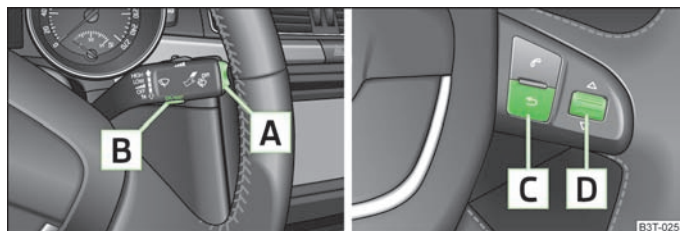

Abb. 8 Informationsdisplay: Bedienelemente am Scheibenwischerhebel / Bedienelemente am Multifunktionslenkrad
- » Das **Main menu (Hauptmenü)** durch Drücken der Wipptaste **A** » Abb. 8 für länger als 1 Sekunde aktivieren.
- » Das **Main menu (Hauptmenü)** durch Drücken der Wipptaste **C** » Abb. 8 für länger als 1 Sekunde aktivieren.